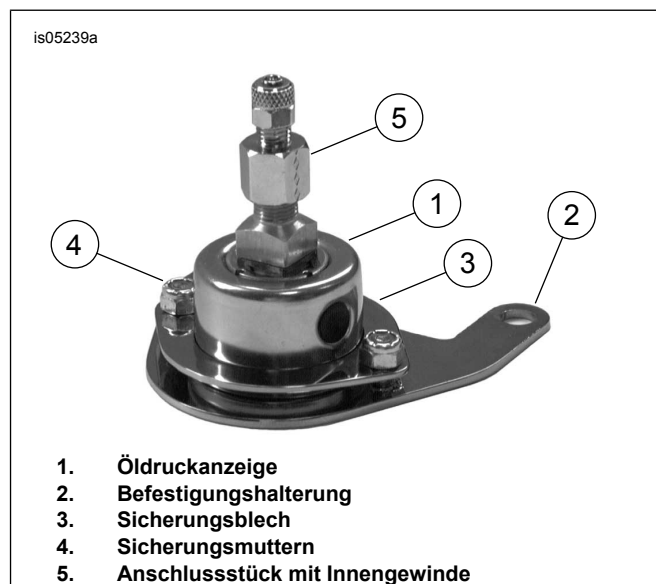

Abbildung 1. Baugruppe Öldruckanzeige und Halterung
1. Siehe Abbildung 1. Die Öldruckanzeige wie abgebildet mit den Sicherungsmuttern und dem Sicherungsblech an der Befestigungshalterung anbringen. Die Sicherungsmuttern nur so weit anziehen, dass die Stehbolzen an der Halterung bündig mit den Nyloneinsätzen in den Sicherungsmuttern abschließen. Das Schlauchanschlussstück mit Innengewinde an der Rückseite der Anzeige ansetzen. Zum Anziehen des Anschlussstücks mit Innengewinde, den Vierkantschaft der Anzeige mit einem Schraubenschlüssel festhalten.